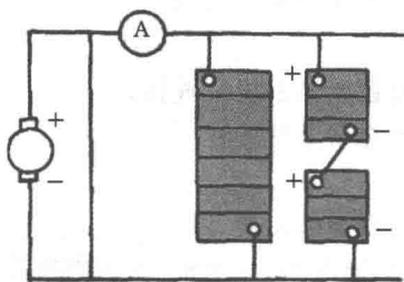

图 1-11 恒压充电
① 恒压充电时间短,充电电流大小不能调整。如图 1-11 所示,多个蓄电池采用并联连接,每个支路上单格电池的数目应相等,各蓄电池额定电压相等,但容量不一定相同。并联蓄电池的数目要根据充电机的最大输出电流来就定。